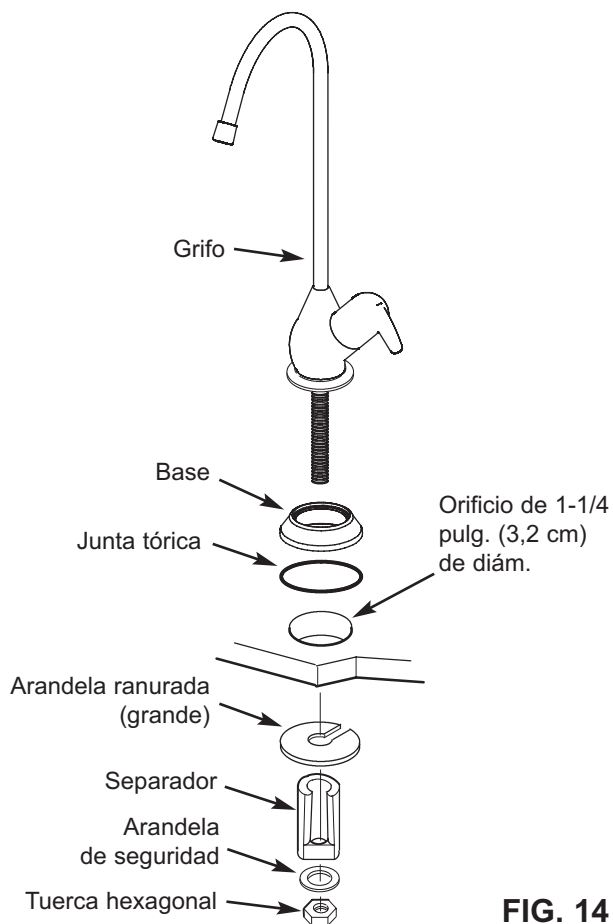

FIG. 14
1. Ubique y organice las piezas para instalar el grifo de ósmosis inversa. Vea la Fig. 14.
2. Inserte la junta tórica en la ranura en la parte inferior de la base y deslice la base en el espárrago del grifo. Vea la Fig. 14.